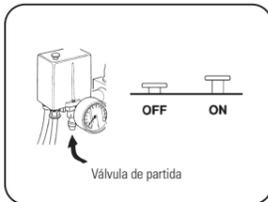

FIGURA 9.1
2. Veja capítulo - Instalação, item 6.3, e acione o compressor através da alavanca/botão de partida **21** (Figura 9.1 - ON).
6. Feche o registro e o compressor irá encher o reservatório e desligue o compressor através do botão de partida **21** (Figura 9.1 - OFF).
1. Com auxílio de uma braçadeira (adquirido pelo cliente) conecte a mangueira de ar (adquirido pelo cliente) no bico de conector (Capítulo - Instalação, item 4).
2. Ligue o compressor através do botão de partida **21** (Figura 9.1 - ON) e aguarde o enchimento do reservatório cronometrando o tempo de enchimento.
Ao término de cada trabalho, desligue através do botão (Figura 9.1 - OFF) o compressor e remova a água e o ar do reservatório, conforme Capítulo 9 - item 8. Estas instruções baseiam-se em condições normais de operações. Caso o compressor estiver instalado em uma área poluída, aumente e periodicidade das inspeções. Consulte a fábrica ou POSTO SAC SOMAR mais próximo para orientações adicionais para especificar qual o tipo de óleo lubrificante adequado que poderá ser utilizado.